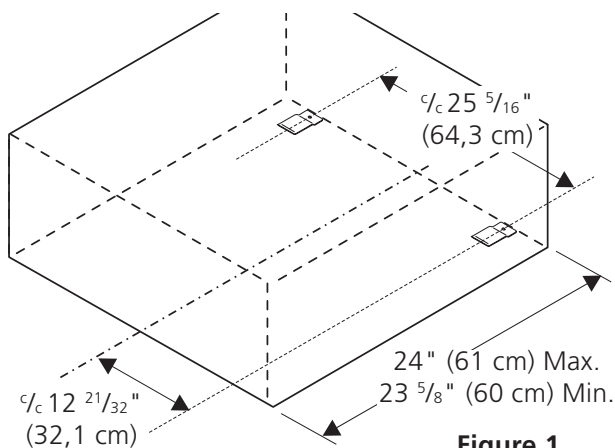

Figure 1
1. Instalar los 2 brackets anti-volteo como muestra la fig. 1.
1. Localisez les supports anti-basculer tel qu'indiqué à la fig. 1.